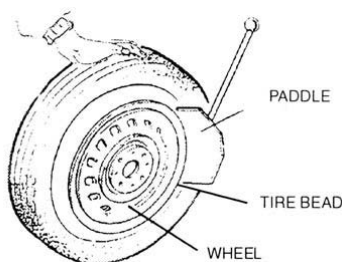

рис.5
1) ВНИМАНИЕ: Перед выполнением данного этапа полностью спустите воздух из шины, вывернув золотник, и уберите с колеса балансировочные грузы. 2) Полностью сведите кулачки на монтажном столе. 3) Отведите лопату отжима покрышки наружу вручную. Установите колесо напротив резинового буфера. Подведите лопату к покрышке на расстоянии 10 мм от края обода (см. рис. 5). 4) Нажмите педаль отжима до упора, для приведения в действие лопатки. Отпустите педаль, когда лопата переместиться до конца по своему ходу или когда покрышка сместиться во внутреннее углубление обода. 5) Немного поверните шину и повторите процедуру по всей окружности обода, пока покрышка не отойдет полностью от обода. 6) Повторите вышеописанное с другой стороной шины/колеса.